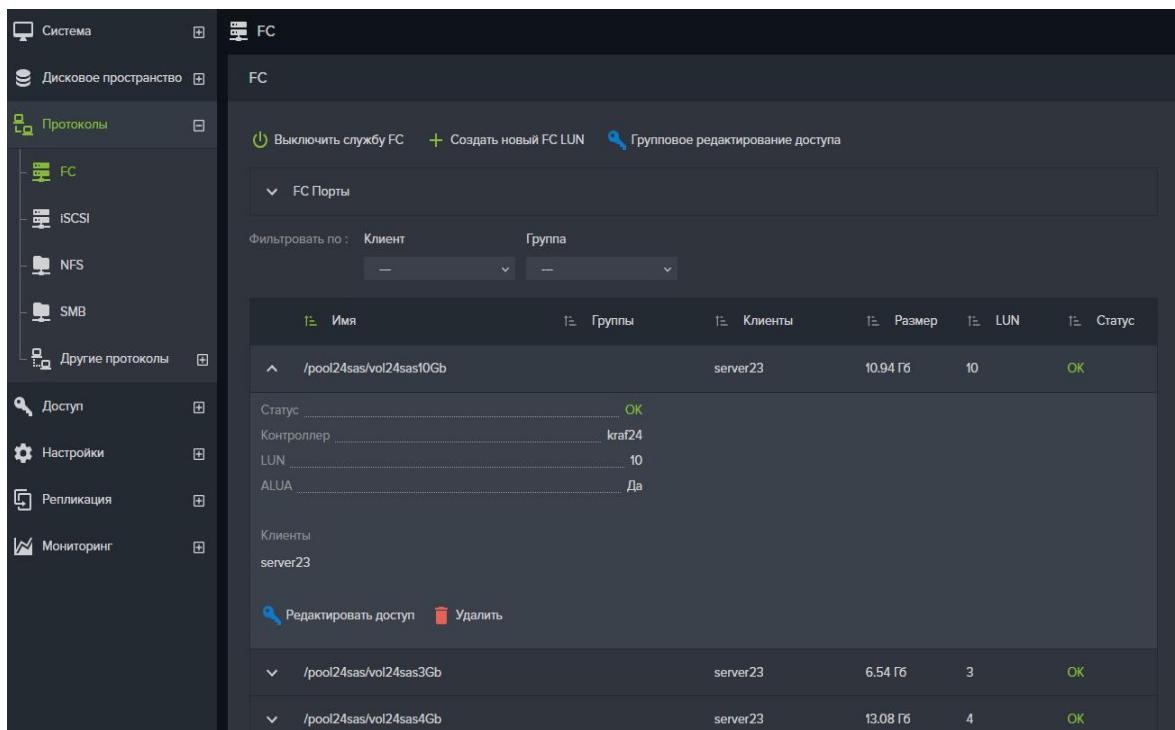

Рисунок 51. Удаление LUN
При удачном завершении операции в секции «Клиенты» панели свойств редактируемого луна появится имя клиента, которому был предоставлен доступ (см. Рисунок 51).
2. Выберите нужный FC LUN из списка, развернув его панель свойств (см. Рисунок 51);